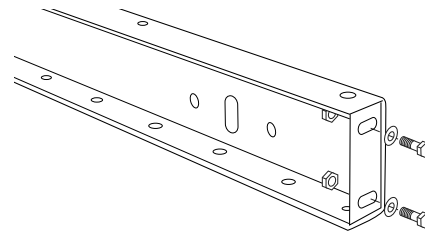

Figure 4
1. Le matériel d'installation est prévisé sur les extrémités du cadre de convoyeur. Retirez le matériel. (Voir Figure 4)